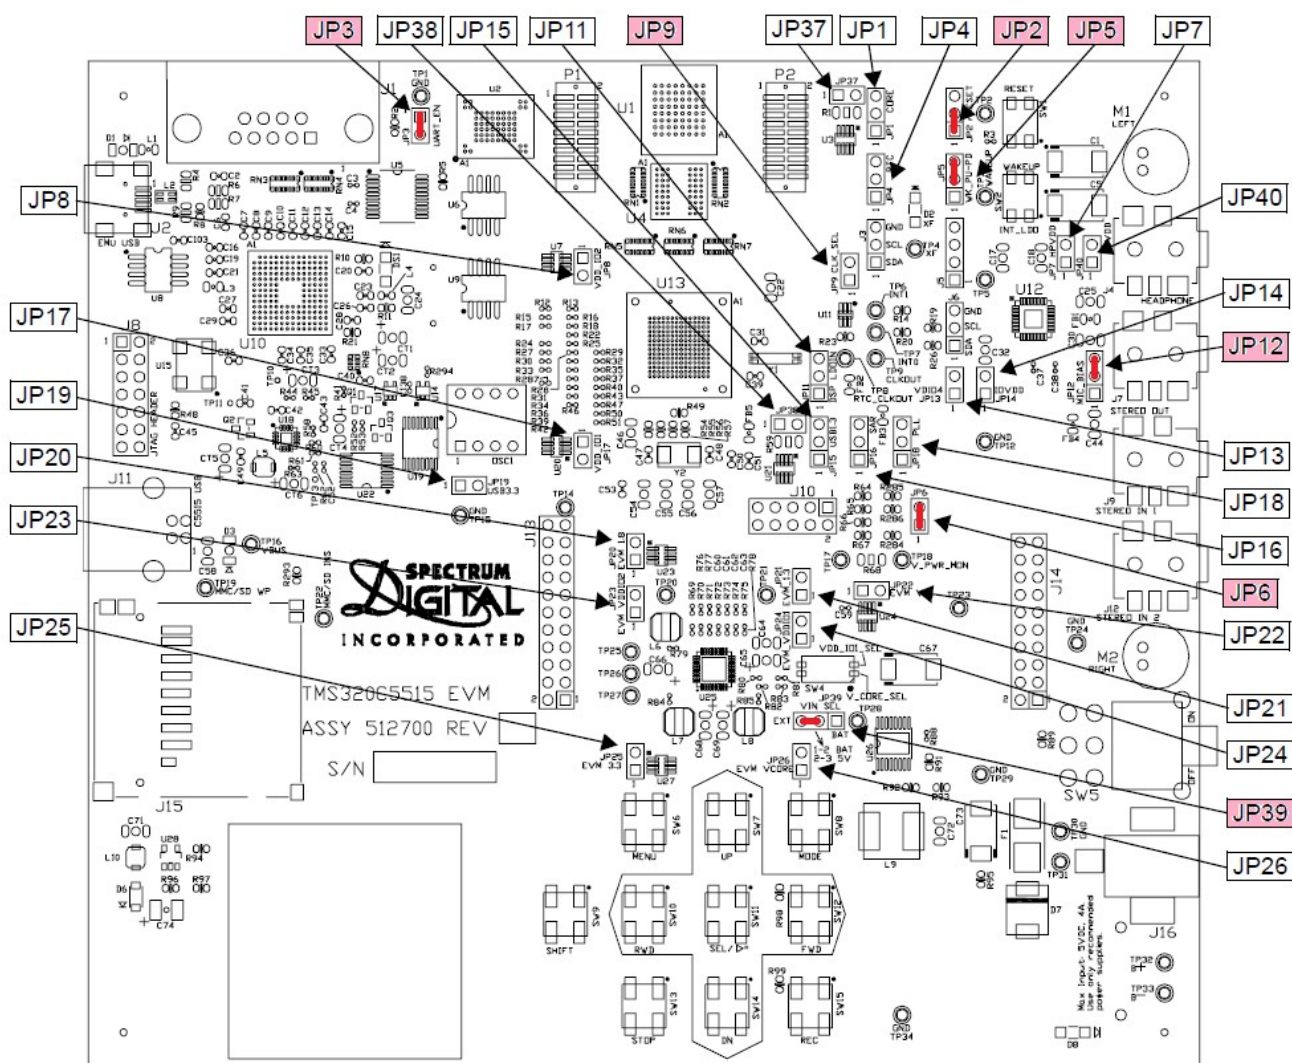

Рисунок 2 – Перемычки экспериментальной платы EVM5515
2.1.1 Установите исходное состояние перемычек экспериментальной платы (рис. 2):